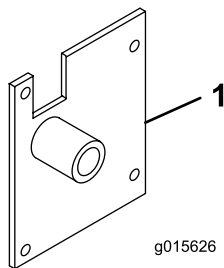

Bild 12
3. Befestigen Sie die linke Befestigungshalterung des Füllkastens mit vier Schrauben (5/16" x 1-1/4") und Sicherungsmuttern an der linken Seite des Rahmens (Bild 12).